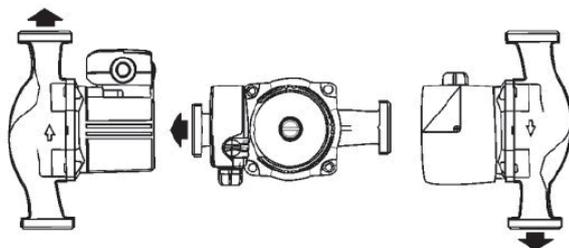
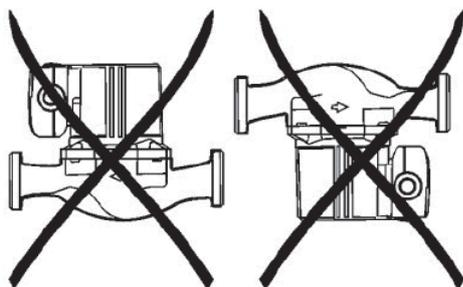

Рис. 1
Рис. 2
**Циркуляционный насос всегда должен устанавливаться таким образом, чтобы ВАЛ ЭЛЕКТРОДВИГАТЕЛЯ НАХОДИЛСЯ В ГОРИЗОНТАЛЬНОМ ПОЛОЖЕНИИ, а КЛЕММНАЯ КОРОБКА ВСЕГДА НАХОДИЛАСЬ СВЕРХУ ИЛИ СБОКУ. (Рис.1 и Рис.2)**